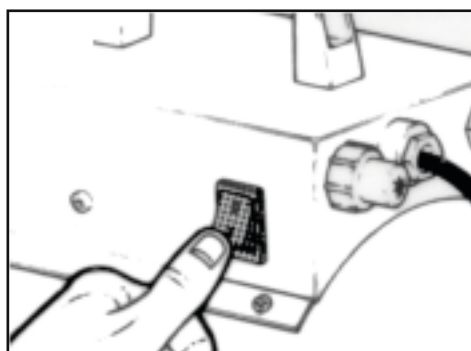

Fig.2
2. Actionner le ventilateur avec l'interrupteur à touche blanche (voir figure 2)